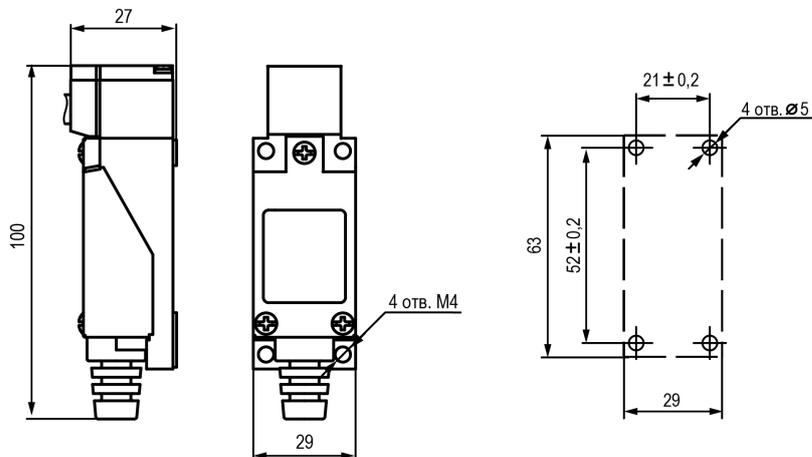

Рисунок 4.1 – Установочные размеры
1. Подготовьте отверстия для установки согласно габаритному и установочному чертежам (см. таблицу 4.1 и рисунок 4.1).